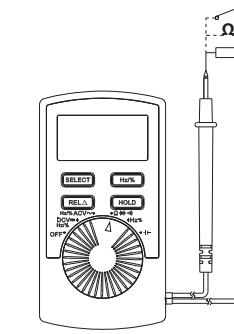

Рисунок 4
**5.3. Измерение сопротивления (см. Рис. 4)**